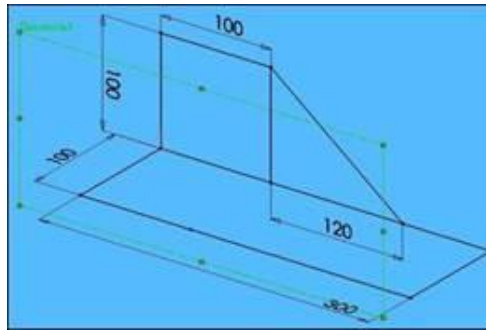

Рисунок 7.3 – Створення площині
5. У дереві конструювання виберіть площину «Front» і створіть Площина 3. У графі «Відстань» вкажіть 100 мм (рис. 7.3).